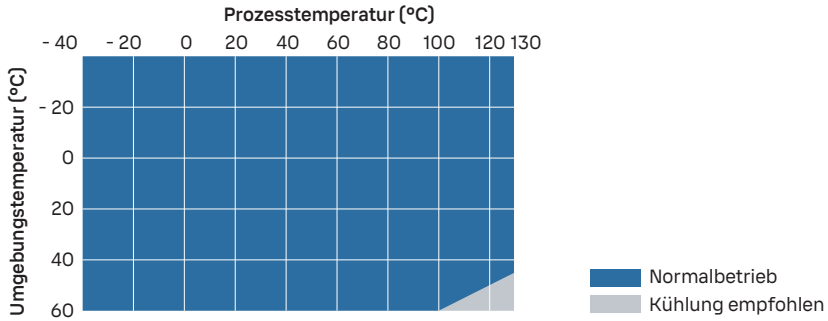

Abbildung 12 Prozesstemperatur und empfohlene Kühlung
- Verwenden Sie eine zusätzliche Kühlung gemäß Abbildung 12 \(Seite 48\). Beachten Sie, dass die Werte in der Abbildung Richtwerte sind. Die erforderliche Kühlung hängt von der Installationsposition und -umgebung ab.